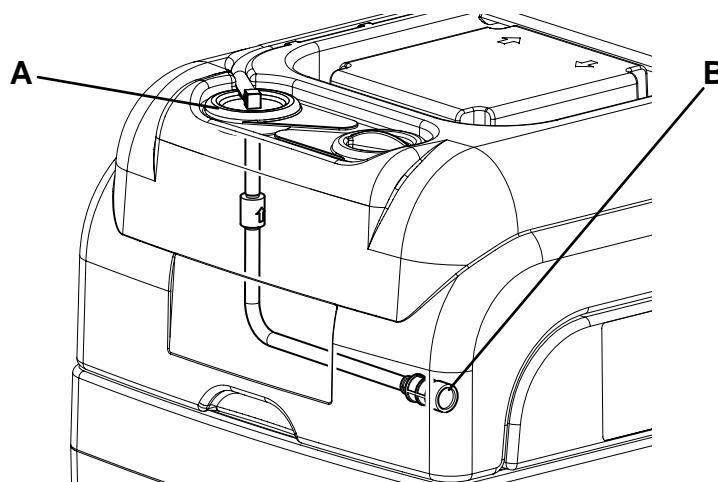

Figure 5
1. Vider le réservoir de solution (14), en procédant comme indiqué au chapitre Utilisation.
3. Vérifier que le câble d'alimentation (10) est débranché du réseau électrique.
4. Retirer le bouchon du tube d'immersion (A, Fig. 5), retirer avec soin le tube du réservoir et nettoyer le filtre (B) à l'eau.